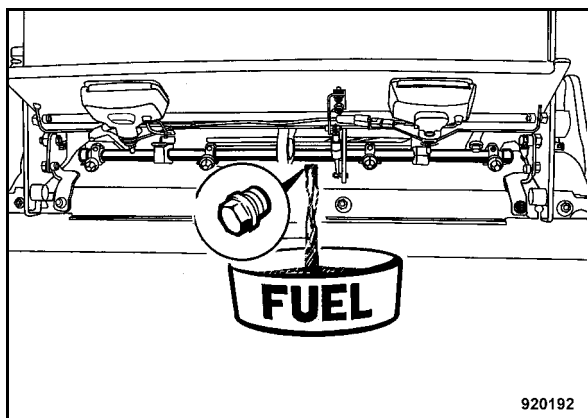

Fig. 115
- Desenroscar el tapón (Fig. 115) situado debajo el depósito de combustible y descargar el combustible.